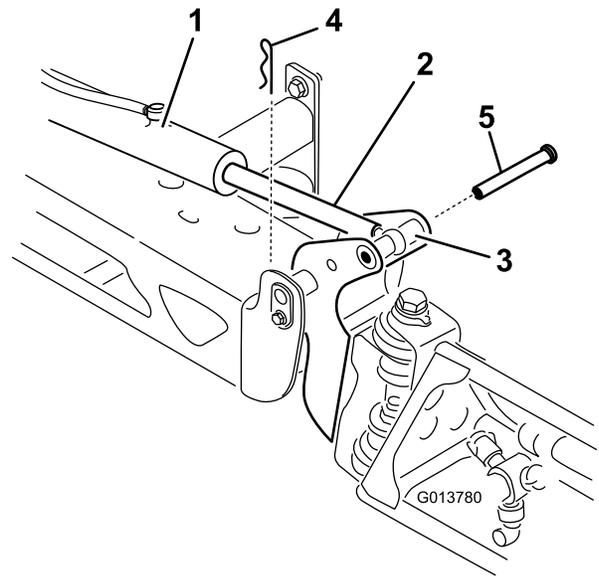

Figura 74
2. Retire la chaveta del pasador de giro (Figura 74).
3. Levante el brazo y retire el pasador (Figura 74). Baje el brazo lentamente al suelo.
8. Eleve el brazo para alinear el pivote con el émbolo del actuador. Sujetando el brazo, introduzca el pasador a través del pivote del brazo y del émbolo del actuador (Figura 74).